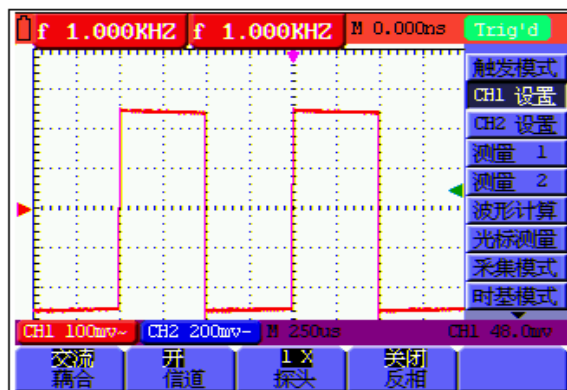

图 17：交流耦合
3. 按 **F1** 键，选择 **交流**，屏幕左下方显示交流图标。见图 17：